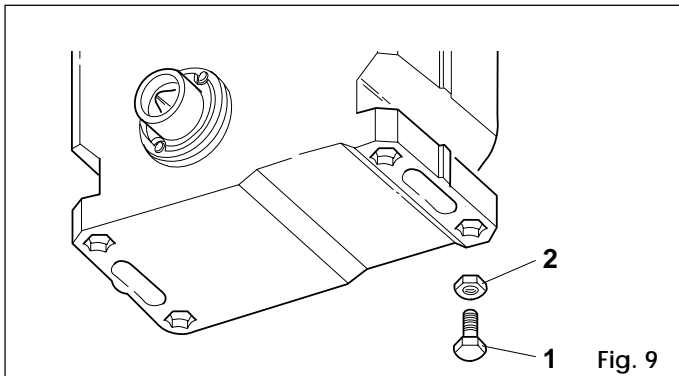

Fig. 9
- 1) Insertar las patas regulables en los respectivos alojamientos hexagonales situados bajo la base del motorreductor (fig. 9). Empujarlos hasta el fondo con ayuda de un martillo de teflón.